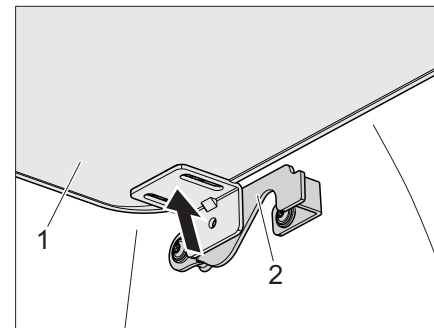

Fig. 22 Tenons
- Soulever l'extension de couchage (Fig. 22,1) à gauche et à droite du support (Fig. 22,2).